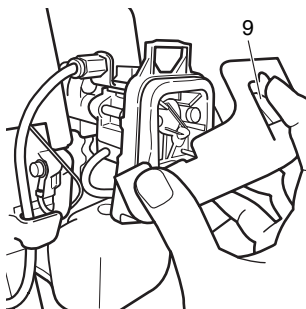

Fig. 6
Pulse la pestaña superior (9) y abra la cubierta del filtro de aire. (Fig. 6)